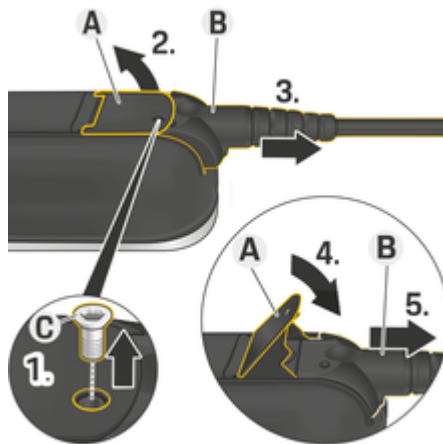

Рис. 113: Отсоединение кабеля
1. Выкрутите винт **C** (Рис. 113) с помощью подходящего инструмента.
2. Поднимите рычаг **A** (Рис. 113).
3. Извлеките штекер **B** (Рис. 113) до появления первого сопротивления.
4. Опустите рычаг **A** (Рис. 113).
5. Полностью извлеките штекер **B** (Рис. 113).